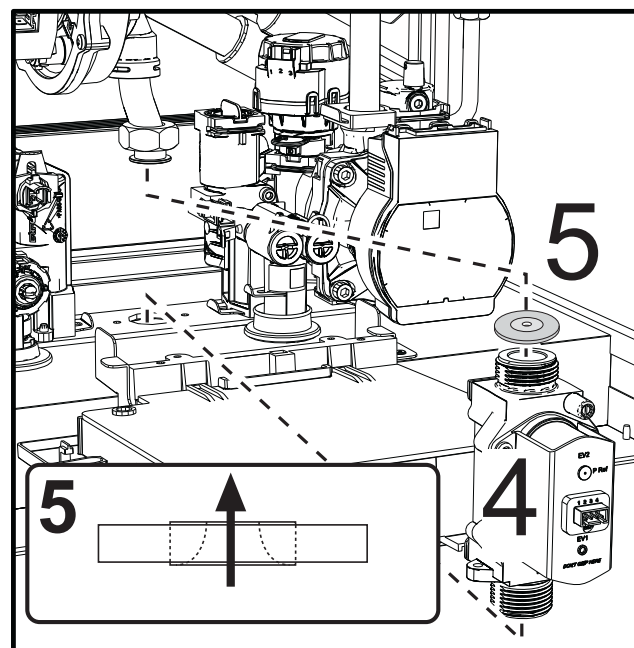

fig. 47
- Extraire la vanne à gaz « 4 » et le diaphragme gaz « 5 » (fig. 47).